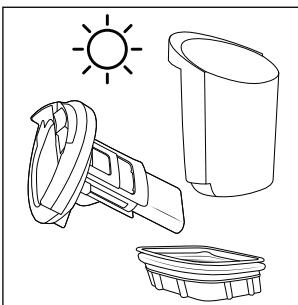

Fig. 27
- ◆ Deje que el filtro ⑩, el depósito de agua sucia ② y la tapa del depósito de agua sucia ⑨ se sequen completamente (consulte la fig. 27).